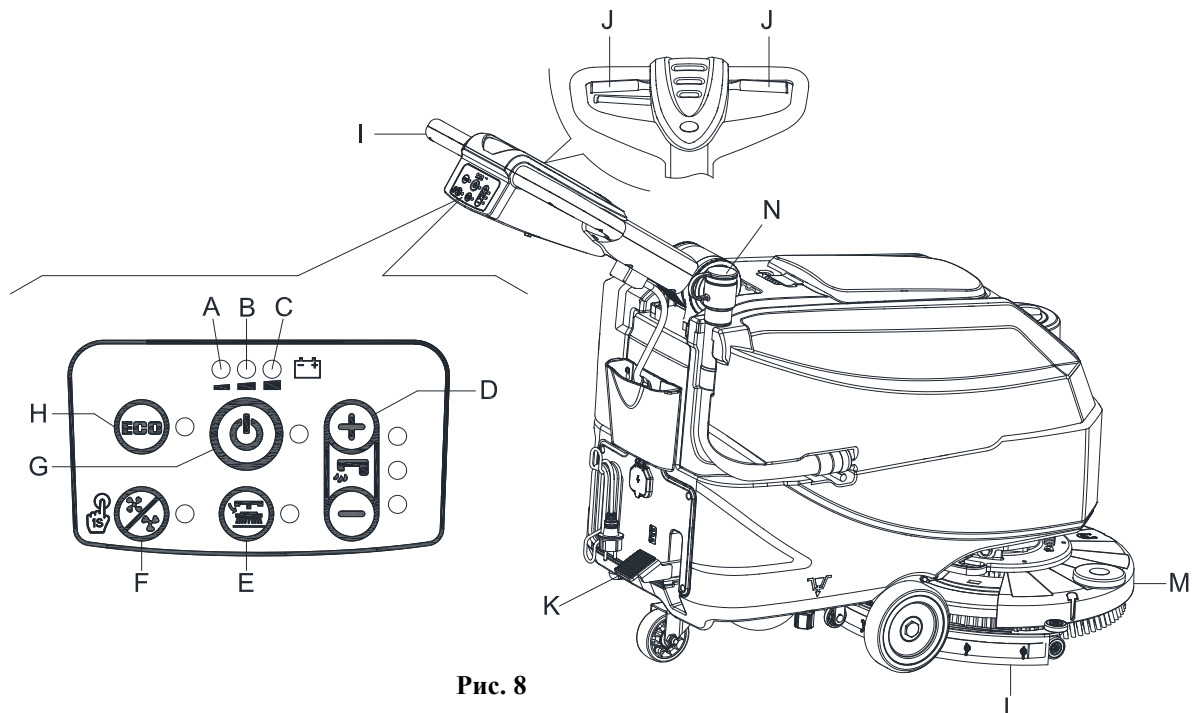
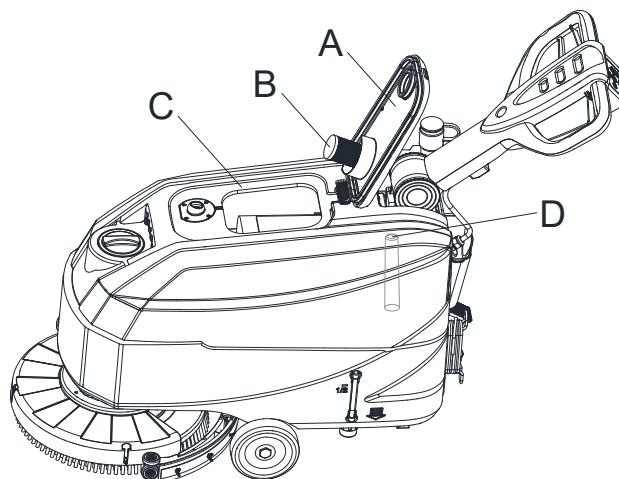

Рис. 8
Рис. 10
2. Переместите машину на место уборки, толкая ее двумя руками при помощи рукоятки (I, Рис. 8).
3. Опустите настил щетки/штатива подкладки (M, Рис. 8) и скребок (L), подняв педаль (K).
4. Нажмите на пусковой переключатель (G, Рис. 8). Убедитесь, что зеленый предупредительный световой сигнал (C) включен (заряженная батарея). Если включился желтый (B) или красный (A) предупредительный световой сигнал, выключите переключатель питания (G, Рис. 8) и зарядите батареи (см. процедуру в главе Обслуживание).
5. Нажмите на контрольные переключатели подачи воды (D, Рис. 8), как это необходимо, в зависимости от типа уборки.
6. Начните уборку, толкая машину руками, расположенными на рукоятке (I), и нажимая на рычаг переключателя безопасности (J).
Для движения машины вперед нажмите левый или правый рычаг переключателя безопасности (J, Рис. 8) или оба.
2. Удерживая обе руки на рукоятке, нажмите на рычаг переключателя безопасности (J, Рис. 8), а затем маневрируйте машиной и начните чистку скребком/сушку пола.
Пока горит зеленый предупредительный световой сигнал (C, Рис. 8), батареи обеспечивают нормальную работу машины. Когда зеленый предупредительный световой сигнал (C) гаснет, и загорается желтый предупредительный световой сигнал (B), рекомендуется зарядить батареи, потому что оставшегося заряда батареи хватит всего на несколько минут (в зависимости от характеристик батареи и выполняемой работы). Если включается красный предупредительный световой сигнал (A), батареи полностью разряжены. Через несколько секунд щетка/штатив подкладки автоматически выключится.
Поплавковая система выключения (В, Рисунок 10) блокирует вакуумную систему, когда бак грязной воды (С) полон. Дезактивизация вакуумной системы сигнализируется внезапным увеличением частоты шума двигателя вакуумной системы, а также не происходит сушка пола.
Если вакуумная система выключилась случайно (например, когда поплавок блокирует из-за внезапного движения машины), для возобновления работы: выключите вакуумную систему, нажав на переключатель (G, Рис. 8), затем откройте крышку (А, Рис. 10) и проверьте, что поплавок внутри поплавковой камеры (В) опустился ниже уровня воды. Затем закройте крышку (А) и включите вакуумную систему, нажав на переключатель (G, Рис. 8).
Если бак грязной воды (С, Рис. 10) заполнен, слейте из него воду в соответствии со следующей процедурой.
2. Поднимите настил щетки/штатива подкладки (М, Рис. 8) и скребок (L), нажав на педаль (K).
4. Слейте воду из бака грязной воды при помощи шланга (N, Рис. 8). Затем промойте бак грязной воды (С, Рис. 10) чистой водой.
5. Снимите крышку бака грязной воды (А, Рис. 10) и очистите внутреннюю сторону крышки и поплавковую камеру фильтра (В) чистой водой.
6. Проверьте бак грязной воды (D, Рис. 10) на наличие застрявших посторонних предметов и очистите его от них.